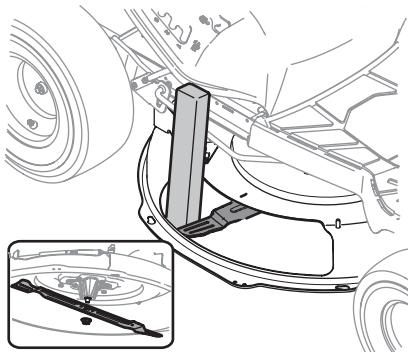

Figure 37
2. Insérez une cale en bois ou un morceau de poutre de au moins 51 mm x 102 mm (2" x 4") dans l'ouverture du plateau de coupe et faites tourner la lame jusqu'à ce que la cale se coince entre l'ouverture du plateau de coupe et la lame, comme à la Figure 37.
3. Retirer l'écrou à bride à six pans qui maintient la lame. Voir la Figure 37.